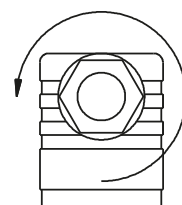

Fig. 3
- ✚ Desserrez la presse étoupe M16x1,5 (→ fig. 3).